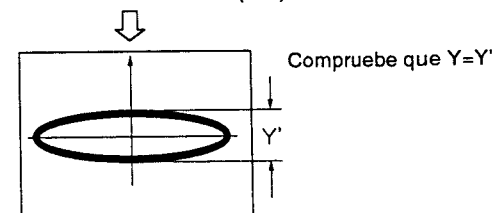

Fig. 2 Figura de Lissajous de la pista interior del disco (CD)
5. Cierre el servo de seguimimiento y busque el fotograma n.º100, y abra el servo de seguimimiento otra vez para observar la figura de Lissajous. En este momento, compruebe que la amplitud del eje - Y de la figura de Lissajous es misma que la amplitud excrita en la etapa 4. (Fig. 2)
4. Ajuste exactamente la retícula hasta que la amplitud del eje - Y de la figura de Lissajous se disminuya. (Fig. 2)
9. Abra de nuevo el servo de seguimiento y observe la figura de Lissajous para comprobar que la amplitud del eje - Y es mínima. (Fig. 2)